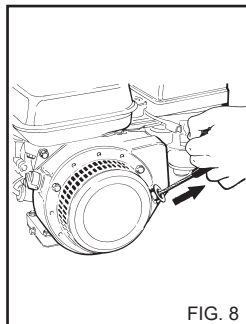

FIG. 8
4) Starta explosionsmotorn genom att dra startvajern (fig. 8).